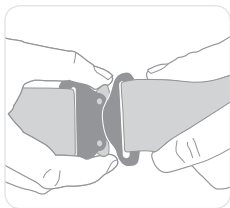

Рисунок 10
- Расстегните быстроразъемные пряжки, установленные на нагрудных и ножных лямках (рис. 10).